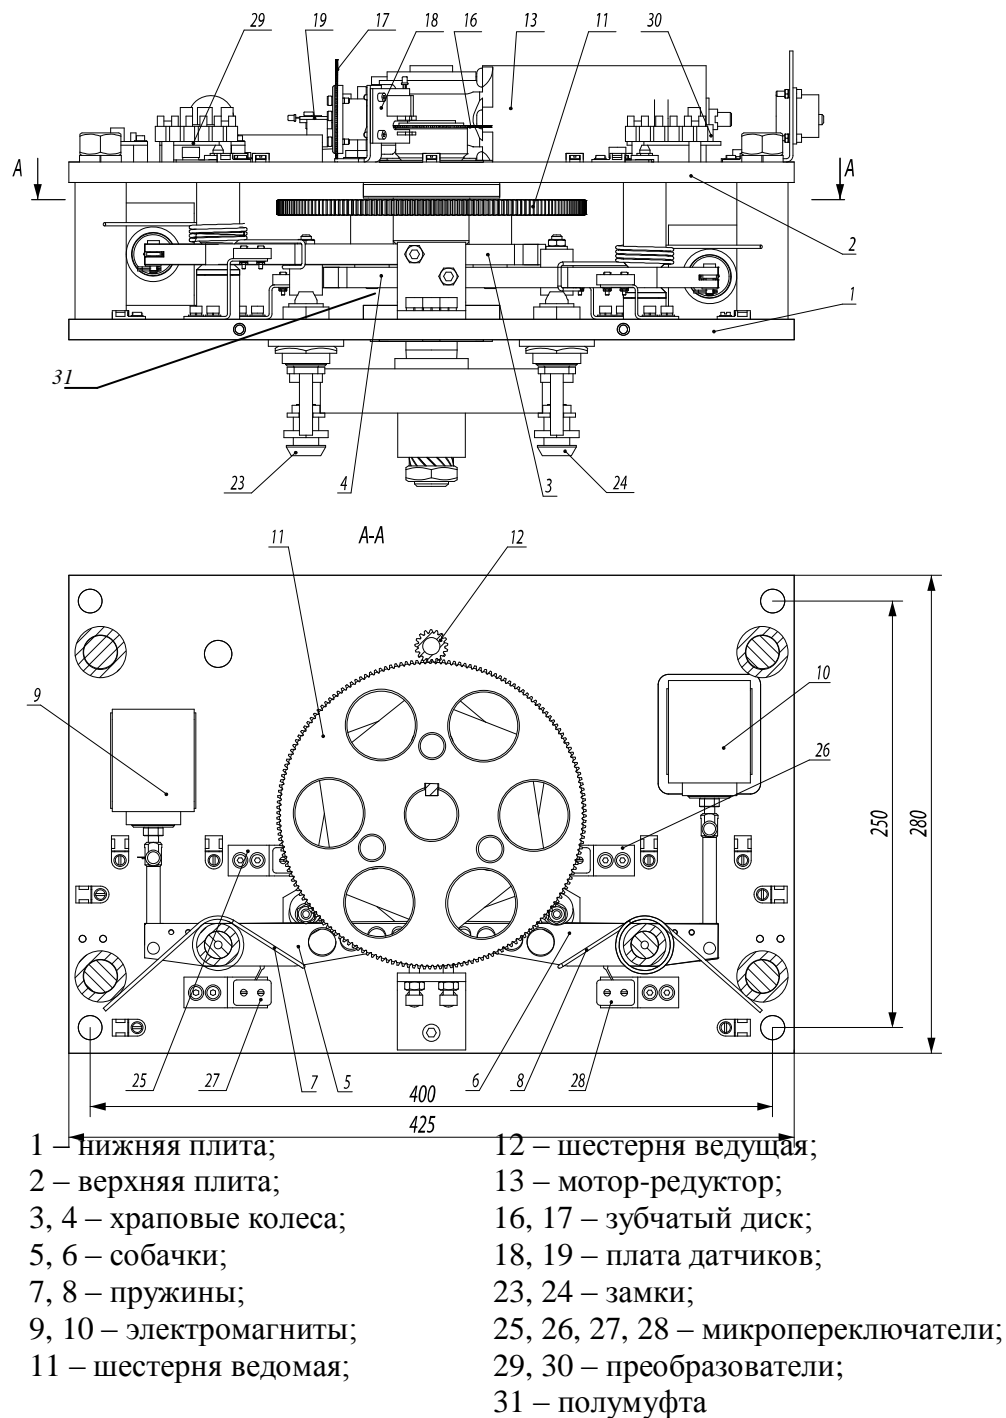

Рисунок 2 – Механизм управления
1.4.1.3 Конструкция механизмов управления (см. рисунок 2) аналогична и состоит из нижней и верхней плит 1 и 2, на которых размещаются основные элементы конструкции.